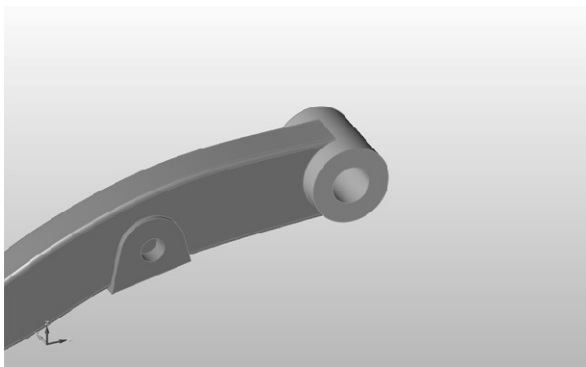

图 6-30
- 6) 单击操作栏中的相交按钮执行操作，用鼠标右键单击退出该工具，然后选择联结部分，如图 6-30 所示。联结部分和制动臂即成为两个独立的零件。